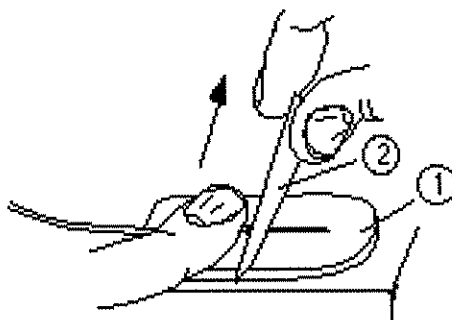

Abb. 13.2 Kerben der Glasfaser
Zum sauberen Brechen der Faser nach Entfernen des Coatings ist der Faserkern ca. 3 mm vom Coating-Ende mit dem Keramikmesser (Abb. 13.2, 2) zu kerben. Dies erfolgt vorzugsweise auf der Silikonunterlage (1) aus dem Faserpräparierset.